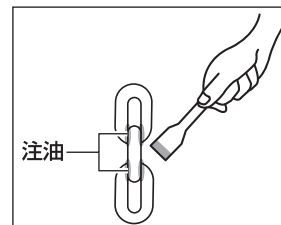

図 1
- 本製品を取り付ける構造物の強度が十分であることを確認してください。(図1参照)